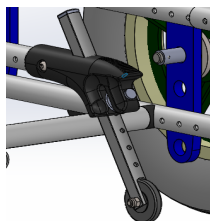
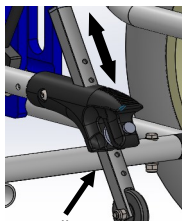

fig.: 4.1
fig.: 4.3
\*versione standard fissa (fig.4.1):
Le ruotine possono considerarsi in presa (fig. 4.1) se si trovano ad una distanza compresa tra 25mm e 40mm da pavimento; se posizionate troppo in alto non riducono il rischio di ribaltamento, se troppo in basso possono urtare contro eventuali ostacoli. Per azionare il sistema antiribaltamento (fig. 4.3) tirare l'anello verso l'esterno e far scorrere il tubo ruotina:
- verso il basso funzionamento in presa come fig. 4.1.